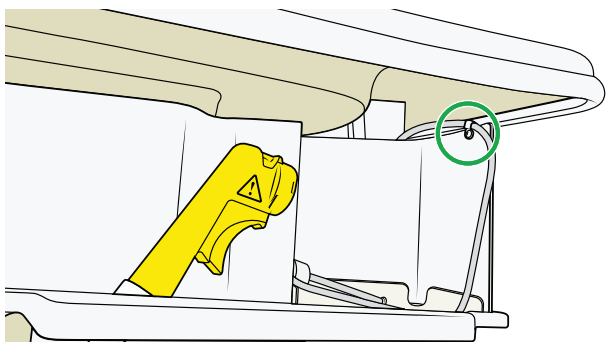

Figure 33
15. Desserrez l'écrou et retirez le collier de serrage du tuyau en silicone. Utilisez un stylo et marquez la position sur le tuyau. Voir Figure 33.